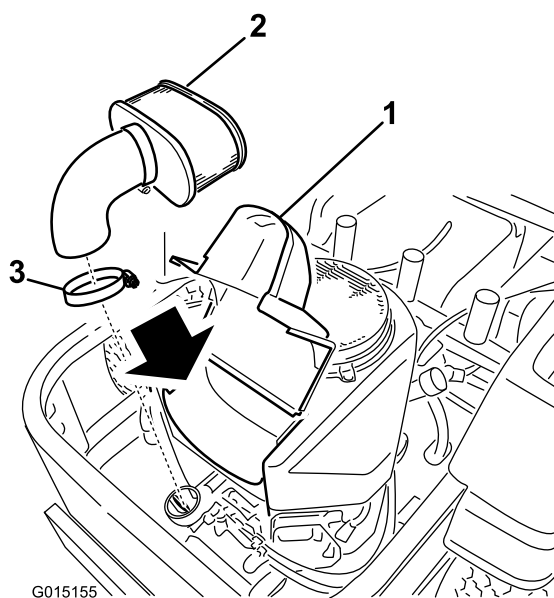

Bild 42
3. Reinigen Sie den Bereich um den Luftfilter herum, um zu verhindern, dass Schmutz in den Motor fällt und Schäden verursacht. Heben Sie die Abdeckung an und entfernen die Schlauchklemme, mit der der Luftfilter am Motor befestigt ist (Bild 42).
4. Lösen Sie die Schlauchklemme und entfernen den Papiereinsatz (Bild 42).